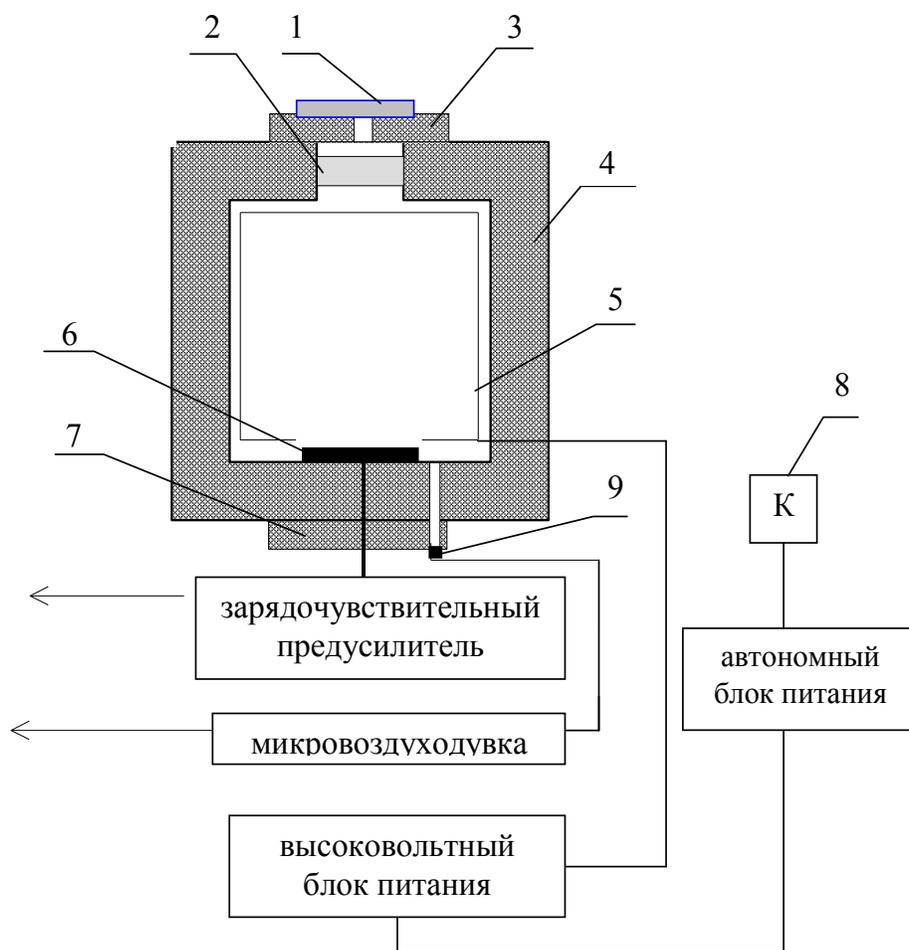

Рис. 1. Блок-схема радиометра.
5.1. Радиометр выполнен в виде носимого прибора с автономным и сетевым питанием. Основными его узлами (см. рисунок 1) являются: